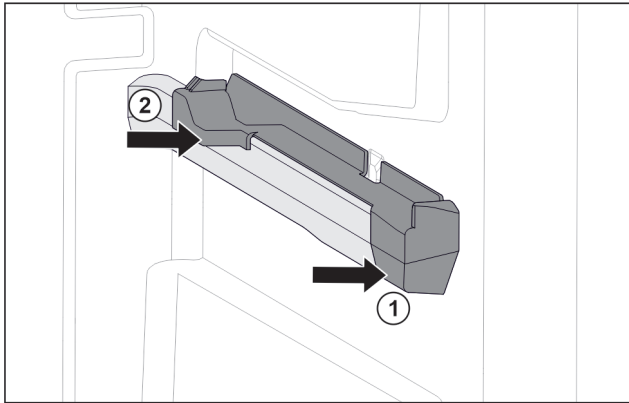

Fig. 142 Вставная часть на правом контейнерном ребре
- ▶ Наденьте вставную часть спереди на контейнерное ребро. Fig. 142 (1)
- ▶ Нажмите на вставную часть сзади. Fig. 142 (2)